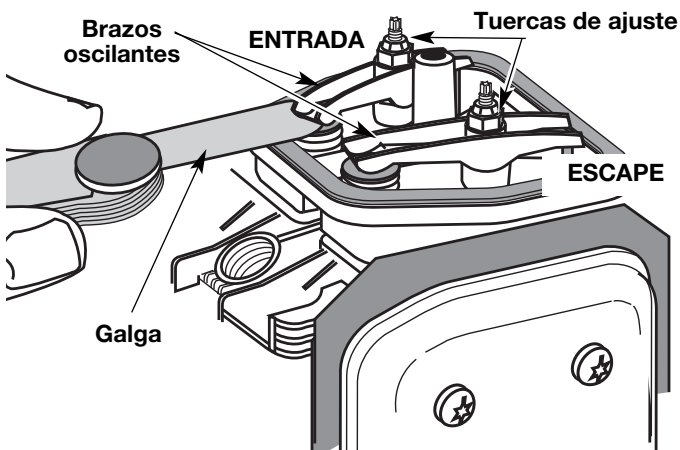

**Fig. 37**
6. Limpie la suciedad de alrededor de la cubierta del brazo oscilante. Saque el tornillo que sostiene la cubierta del brazo oscilante con un destornillador grande de vástago plano o con una broca Torx T-25 (Fig. 37). Saque la cubierta y la junta del brazo oscilante.
- El pistón se encuentre en la parte superior de su recorrido mientras mira dentro del orificio de la bujía de encendido (Fig. 37).